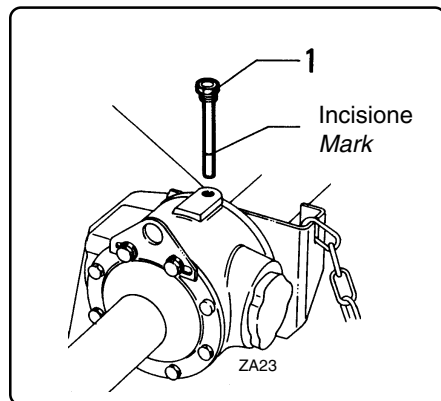

fig. 7.4.3
- Controllare il livello del lubrificante contenuto nella scatola ingranaggi dal tappo ispezione (fig. 7.4.3 pos. 1) ed eventualmente ripristinarlo fino all'incisione presente sull'asta. Per le caratteristiche dei lubrificanti vedere par. 7.6.